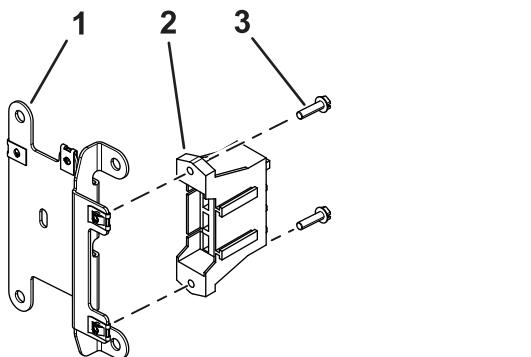

Figura 3
3. Montate il portafusibili del cablaggio preassemblato sulla piastra di supporto dei fusibili con 2 viti (n. 10 x 3/4"), come mostrato nella Figura 3.